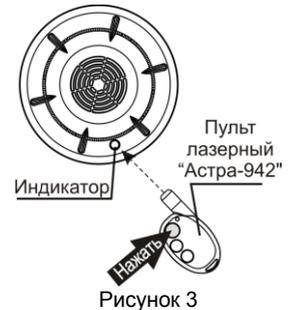

Рисунок 3
7.2.1 Режим «Тест РПД» активируется при считывании индикатором кодовой посылки от пульта лазерного «Астра-942» (рисунок 3) или запуском режима с ППКОП. Через 5 с после считывания посылки (или получения команды от ППКОП) извещатель должен выдать извещение «Тестовый пожар» - при нормальной работе извещателя или «Неисправность» - при наличии неисправности.